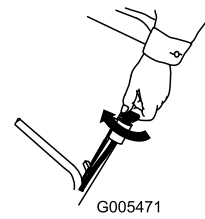
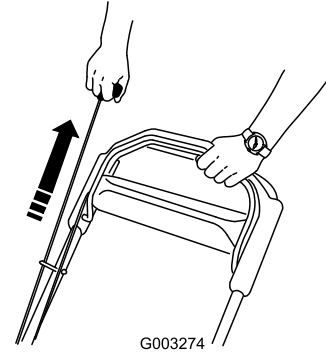

Figura 14
Figura 15
2. Gire la llave de contacto (Figura 14) (modelo de arranque eléctrico solamente) o tire del arrancador de retroceso (Figura 15).